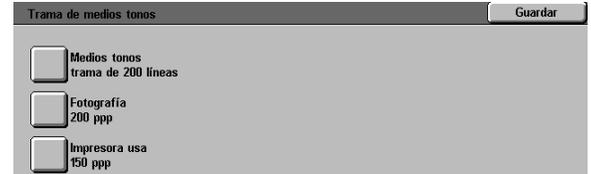

Figura 52: Trama de medios tonos
- Pulse el icono **Trama de medios tonos** para acceder a la pantalla de trama de medios tonos, tal y como ilustra la Figura 52.